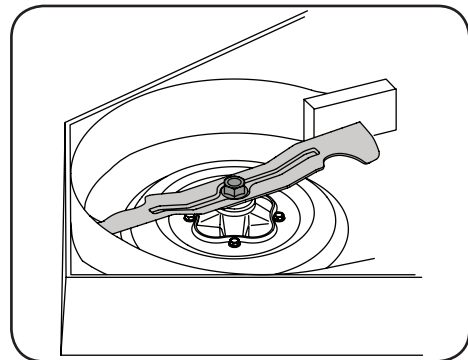

Figure 4-20
- À l'aide d'une clé de 1 1/8", retenez l'écrou sur le haut de la fusée, puis desserrez le boulon qui fixe la lame à la fusée. Pour desserrer plus facilement l'écrou qui fixe la lame, placez un petit bloc de bois entre le plateau de coupe et le tranchant de la lame. Voir Figure 4-20.